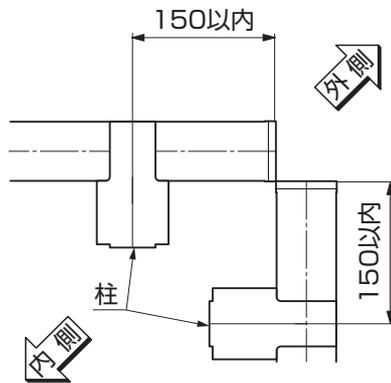

図3-2
- コーナー部には風が集中するため、必ず柱を2本建施工してください。(図3-2参照)